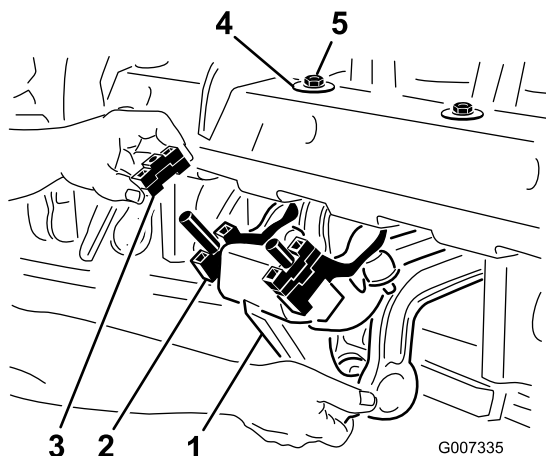

Figura 26
1. Retire as 2 porcas de bloqueio (1/2 pol.) que fixam o conjunto de amortecedor rotalink no lado inferior da estrutura da cabeça de perfuração (Figura 26).
2. Baixe o conjunto do amortecedor para expor os espaçadores (Figura 26).
- Monte o conjunto do amortecedor novamente na estrutura da cabeça de perfuração. Certifique-se de que a anilha em D é colocada na estrutura da cabeça de perfuração, conforme indicado na Figura 26. Fixe as 2 porcas de bloqueio.